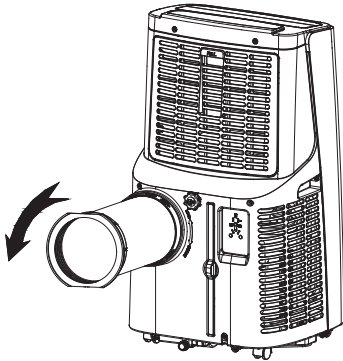

Figure 1
1. Installez l'ensemble caloduc (comme le montre la Figure 1)
- Insérez le caloduc (l'extrémité du joint d'échappement) dans la fente d'aération du panneau arrière (poussez vers la gauche) et terminez l'assemblage (tel qu'illustré par la Figure 1).